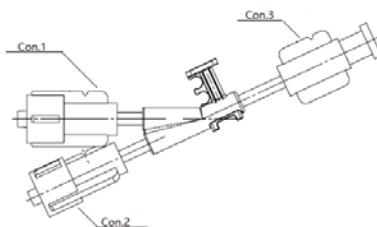

Fig. 5-4: The structure of Three-way adapter A
4. Utilize o adaptador de três vias A para conectar o tubo de entrada de tubo de água de resfriamento para as duas antenas de ablação por micro-ondas. A estrutura de adaptador de três vias A é como mostrada na Fig. 5-4. Con. 3 é conectado com o conector Luer macho do tubo de entrada, Con. 1 e Con. 2 são conectados com o conector Luer fêmeo da antena de ablação por micro-ondas.